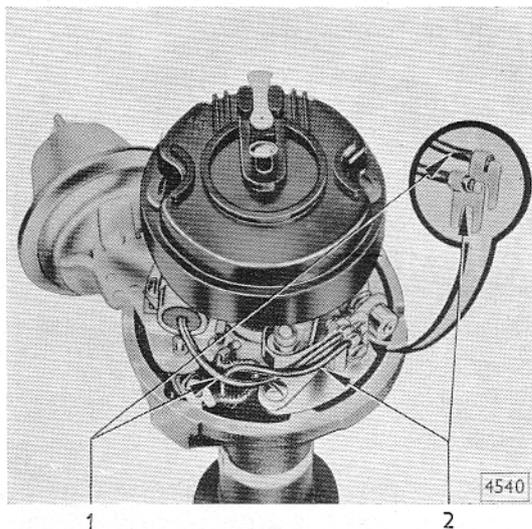

Bild D 4 - Verlegung der Anschlußkabel zum Unterbrecherkontakt
3. Beide Anschlußkabel am Unterbrecherkontakt anschließen. **Die beiden Kabel müssen genau, wie in Bild D 4 gezeigt, verlegt werden.**